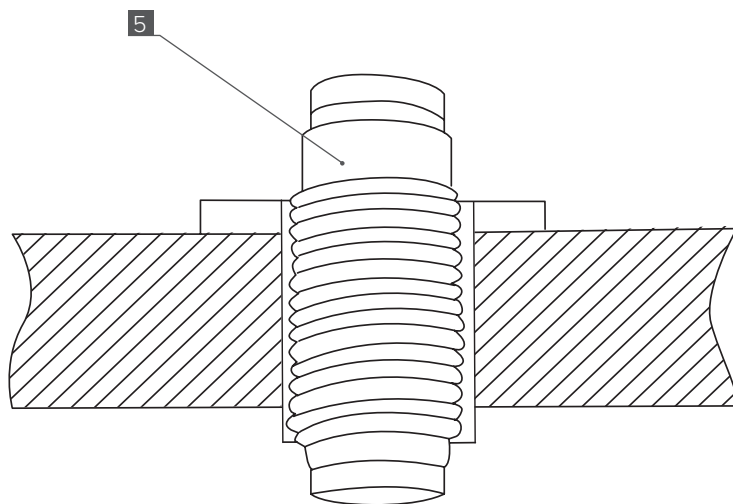

Рис. 3
2. Установите в отверстие картера моста фитинг проходной [5] (Рис. 3)